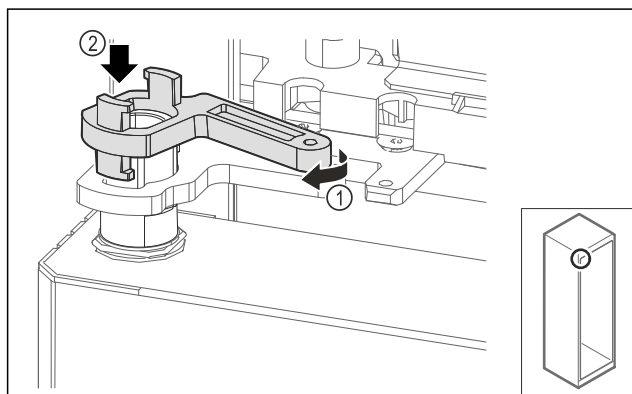

Fig. 66
- 稍稍转动托架的锁定机构 Fig. 66 (1)，接着套到轴套上 Fig. 66 (2)。